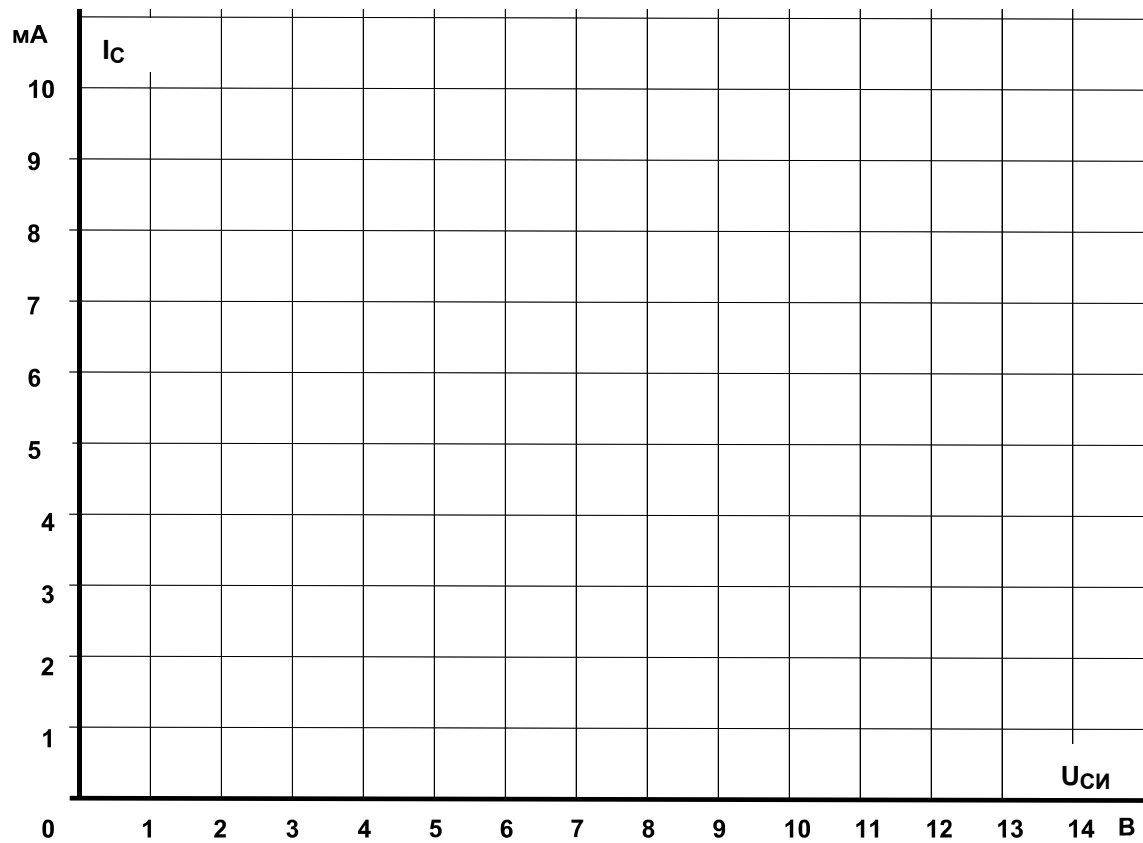

Рис.5.4.2
- На графике (рис.5.4.2) постройте кривые зависимости тока стока I_C от напряжения сток / исток $U_{СИ}$ при различных фиксированных значениях напряжения затвор / исток $U_{ЗИ}$.